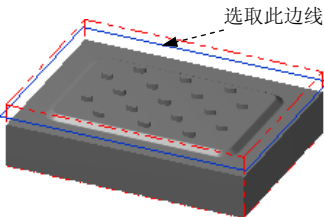
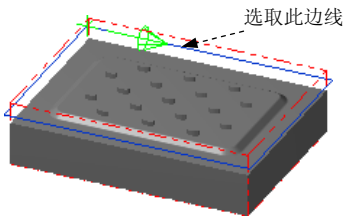

图 25.6 选取区域
图 25.7 定义区域
Step3. 设置加工区域。在图形区中选取图 25.6 所示的边线，系统自动选取图 25.7 所示的边链。单击按钮，完成加工区域的设置，同时系统弹出“2D 刀具路径 - 平面铣削”对话框。